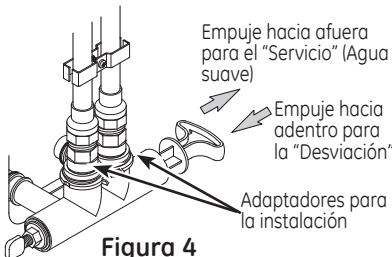
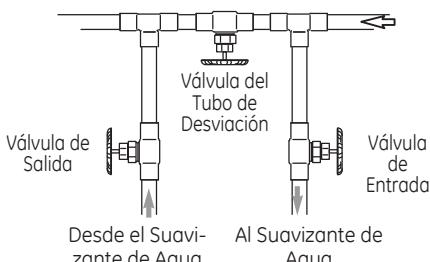

Figura 4
Figura 5
Siempre instale una válvula de desviación simple (provista), como se muestra en la Figura 4, o, si lo desea, puede adquirir y ensamblar piezas para un sistema de desviación de 3 válvulas (no incluido), como se muestra en la Figura 5. Las válvulas de desviación le permiten cerrar el agua en el suavizante para el mantenimiento si es necesario, pero aún tener agua en las tuberías de la casa.
3. Coloque la válvula de desviación en la posición de "desvío" (consulte la Figura 4). En una válvula simple, deslice el vástago hacia adentro en dirección al desvío. En un desvío de 3 válvulas, cierre las válvulas de entrada y salida y abra la válvula del desvío.
8. Una vez que la unidad esté en la posición de lavado regresivo, coloque la válvula de desvío en la posición SERVICIO (Servicio) (consulte la Figura 4), exactamente como se muestra: